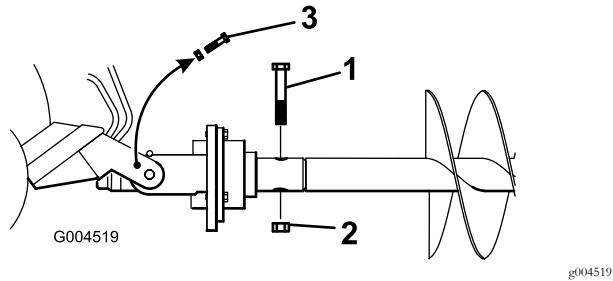

Figura 8
9. Fissate la trivella alla testata motrice con un bullone (7/8 x 4-1/2 poll.) e un dado (7/8 poll.) (Figura 8).
10. Rimuovete i bulloni e i dadi dai bracci della base installati nei passaggi Figura 1 (se applicabile) e Figura 8.